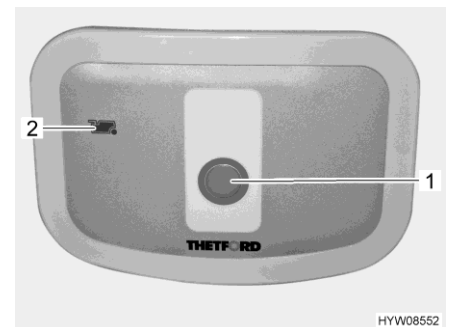

Fig. 192 Pulsante dello sciacquone/spia di controllo (toilette Thetford)
- Per sciacquare premere il pulsante blu (Fig. 192,1).
La spia di controllo (Fig. 192,2) si accende quando il serbatoio fecale deve essere svuotato.